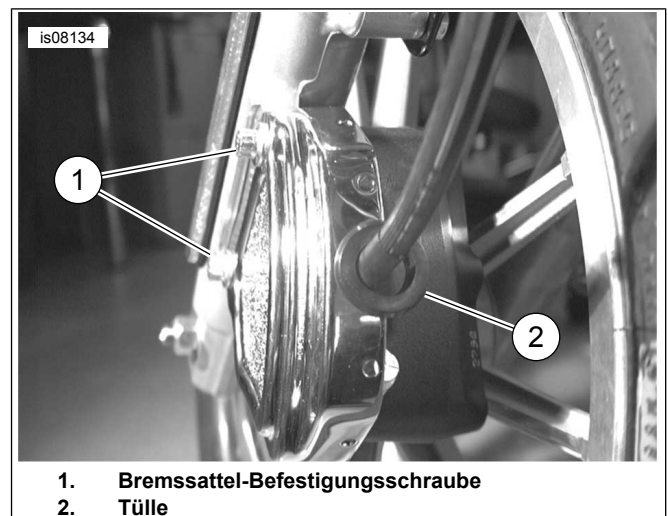

Abbildung 2. Befestigungsschrauben des Bremssattels anziehen und Tülle einsetzen
4. Siehe Abbildung 2. Tülle in die halbkreisförmige Aussparung in der äußeren Abdeckung einsetzen.
5. Siehe Abbildung 2. Untere Befestigungsschraube des Bremssattels auf ein Drehmoment von 37,9–51,5 N·m (28–38 ft·lb) anziehen, dann die obere Befestigungsschraube auf ein Drehmoment von 37,9–51,5 N·m (28–38 ft·lb) anziehen.